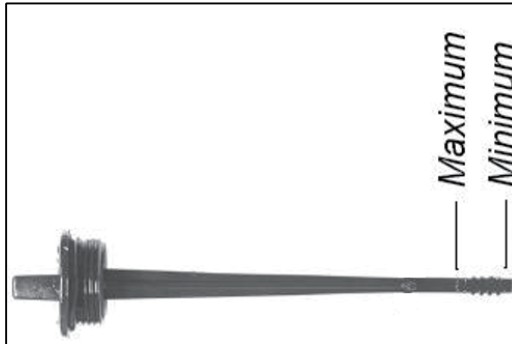

Abb. 9
- ☐ Prüfen Sie den Ölpegel. Der Ölstand muss zwischen den Markierungen **min** und **max** auf dem Ölpeilstab liegen (siehe Abb. 9). Befindet der Ölstand sich in Nähe des unteren Pegels, muss Öl bis zur oberen Pegelmarkierung eingefüllt werden.